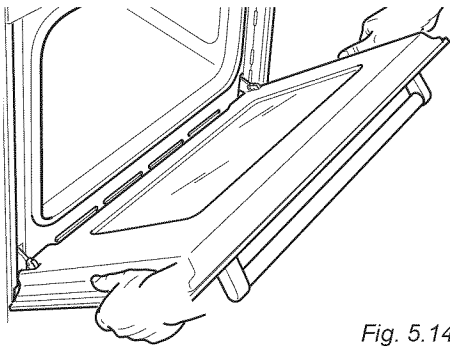

Fig. 5.14
- Tenez la porte tel qu'indiqué à la fig. 5.14.
- Saisir solidement la porte (fig. 5.14).